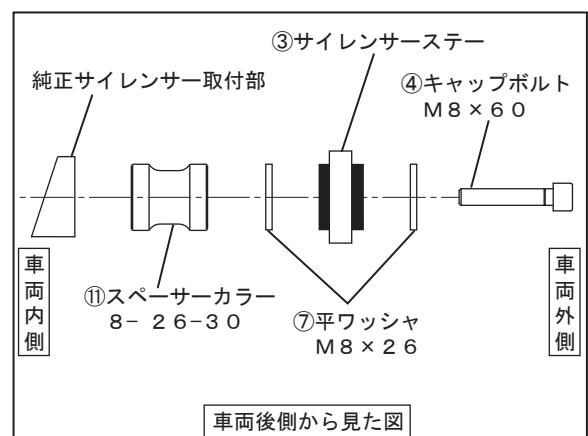

FIG. 7
7. ③サイレンサーステーを④キャップボルトM8×60、⑦平ワッシャM8×26、⑪スペーサーカラー8-26-30を使用して、車両の純正サイレンサー取付部に仮締めして下さい。（FIG. 7 参照）
8. ①エキゾーストパイプのステーを手順4で外したナットを使用して、エンジン懸架boltに仮締めして下さい。